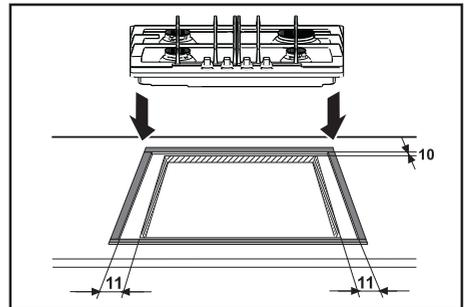

Рис. 13
- нанесите специальный герметик, входящий в комплектацию, на край с фронтальной стороны отверстия на расстоянии 11 миллиметров от боковых кромок и на расстоянии 10 мм от задней кромки, следя за тем, чтобы края плотно прилегали друг к другу и не накладывались (см. рис. 13);